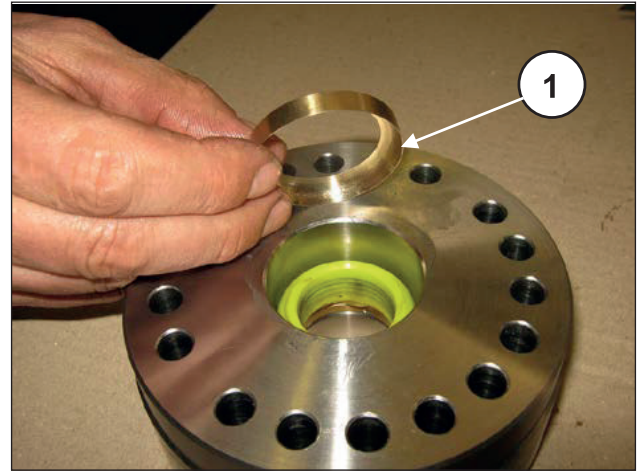
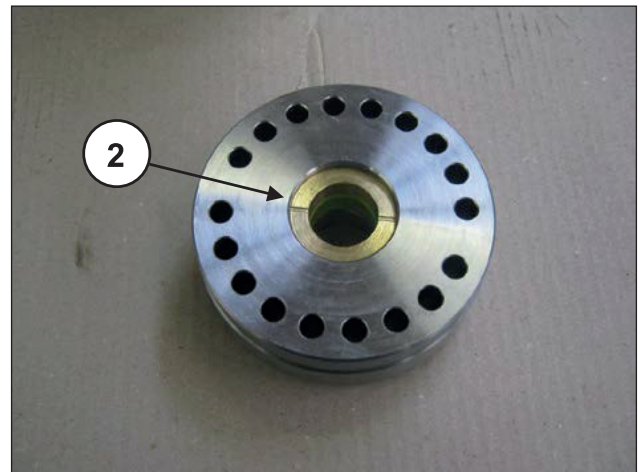
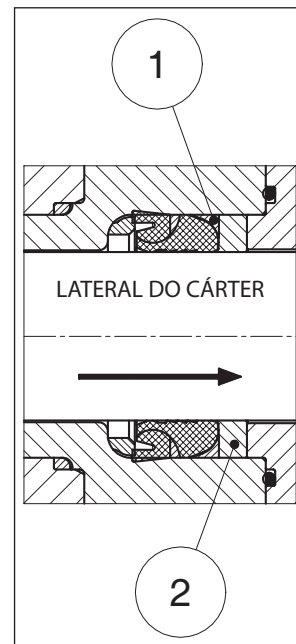

Fig. 201
Fig. 202
Fig. 203
Introduza o anel anti-extrusão e a bússola das juntas (pos. ① e ②, Fig. 201 - Fig. 202 e Fig. 203).
A bússola dos vedantes ② deve ser introduzida na camisa com as duas descargas de frente para a parte exterior (lateral do cárter), conforme indicado em Fig. 203.